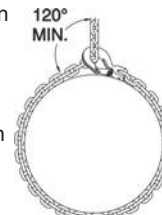

Figura 1
- Al utilizar eslingas de cadena en formato de estrangulación, o deslizante, la Carga Límite de Trabajo debe reducirse un 20%. Crosby recomienda un ángulo mínimo de estrangulación de 120 grados (ver Figura 1). Consulte al fabricante cuando planea utilizar un ángulo de estrangulación de menos de 120 grados. Si usa ganchos de traba con asiento Crosby A-1338 con un ángulo mínimo de estrangulación de 120 grados, puede utilizar la Carga Límite de Trabajo nominal completa de la eslinga.